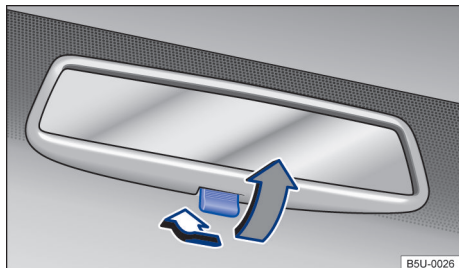

Fig. 76 No para-brisa: espelho retrovisor interno com antiofuscante manual.
- Posição noite: puxar a alavanca → Fig. 76 (seta cinza), para evitar o ofuscamento dos faróis dos veículos que trafegam atrás.